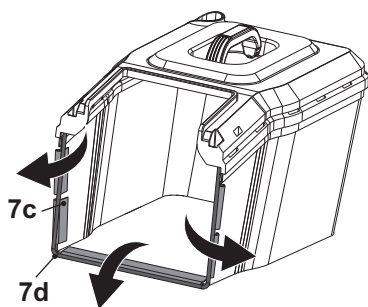

Fig. 5
1. Prender os três cliques de borracha (7c) à vara de suporte (7d) do coletor de relva (7) (Fig. 5).